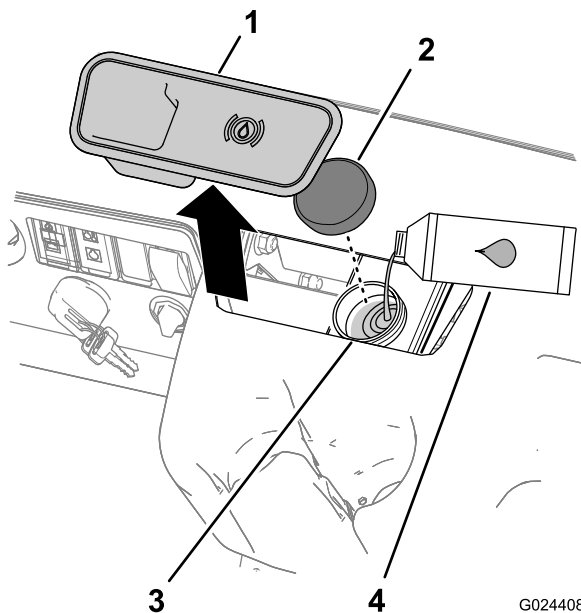

Рисунок 15
2. Снимите резиновую заглушку в центре и в верхней части приборной панели, чтобы получить доступ к главному тормозному цилиндру и бачку (Рисунок 15).
- A. Очистите область вокруг крышки бачка и снимите крышку (Рисунок 15).
C. Установите на место крышку бака (Рисунок 15).